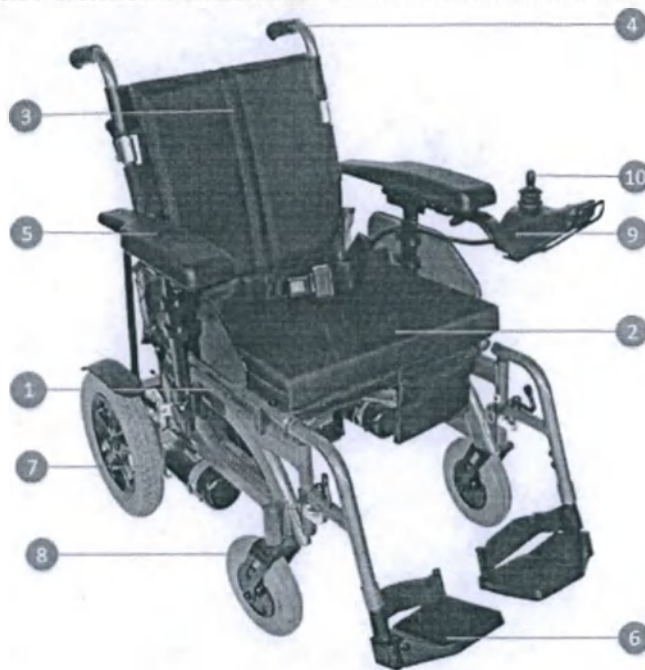

Рис.1
Кресло-коляска исполнения «Delta Electro 1700» (см. рис.1).
5.1.4 Установить аккумуляторную батарею, удерживая за её ручку, на держатели в нижней части рам (Рис.1,поз.1). Соединить разъем питания от аккумуляторов с разъемом питания пульта управления (Рис.1,поз.9) (разъем находится под сиденьем).
5.1.7 Проверить заряд аккумуляторной батареи, для чего нажать кнопку включения питания на пульте управления при этом должен загораться индикатор заряда батареи (Рис.1а, поз.1). Электрическая сеть в порядке, если после включения питания индикатор горит, и не в порядке, если индикатор мигает.
5.1.8 Для подзарядки аккумуляторной батареи необходимо выключить электропитание коляски нажатием кнопки включения питания (Рис.1а, поз.3) на пульте управления (индикатор заряда аккумуляторной батареи должен погаснуть).
5.3.2 Перед началом движения необходимо перевести колеса с электроприводами в автоматический режим. Сесть в коляску, пристегнуться страховочным ремнем, нажать кнопку включения питания на пульте управления (Рис.1, поз.9).
5.3.3 Осваивать навыки управления движением коляски следует на малой скорости, для чего выбрать самую малую скорость кнопкой увеличения скорости (правая) на пульте управления (Рис.1, поз.9) (должен гореть один светодиод на индикаторе скорости) и при необходимости, регулировать скорость кнопкой снижения скорости (левая).
5.3.4 Для управления коляской плавно отклонить ручку управления движением (джойстик) на пульте (Рис.1, поз.9) в направлении желаемого движения. Для изменения направления движения нужно изменить направление отклонения джойстика. Скорость движения задается кнопками увеличения и снижения скорости.
5.3.6 Коляска имеет систему электродинамического торможения. Для ее включения достаточно отпустить ручку джойстика (Рис.1, поз.10) на пульте (Рис.1, поз.9). При движении по горизонтальной поверхности это обеспечивает торможение коляски до полной остановки.
5.3.7 Прежде чем покинуть кресло-коляску её необходимо выключить нажатием кнопки включения/выключения (Рис.1а, поз.3)